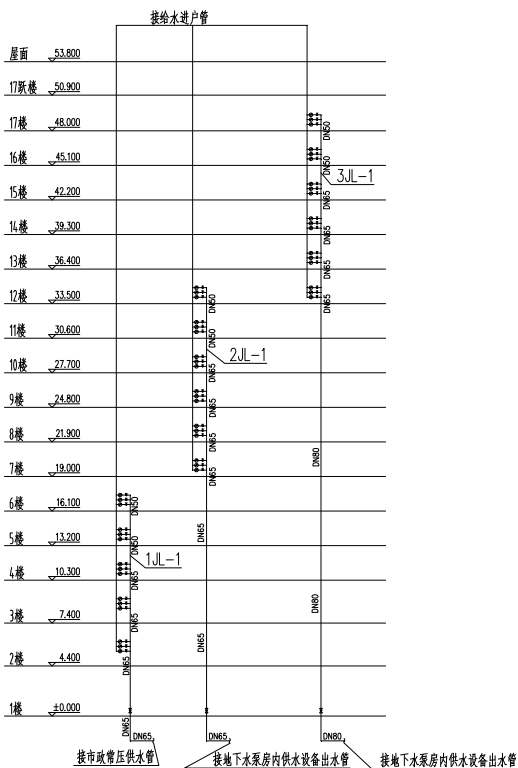

图 13-65 绘制标高标注
**11** 连注标高。单击“专业标注”→“连注标高”命令，在弹出的【标高标注】对话框中定义标高参数，在绘图区中点取标注点和标高方向，绘制标高标注的结果如图 13-65 所示。